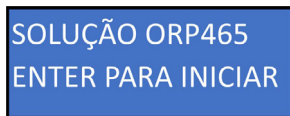

Figura 34
- Utilice el botón “derecha” para cambiar entre las 4 letras y el botón “arriba” para cambiar de letra. Después de ingresar la contraseña “BBBB”, pulse el botón “OK” para ser dirigido a una nueva pantalla, pulsando el botón “OK” nuevamente para iniciar la calibración (figura 34) y espere 60 segundos.